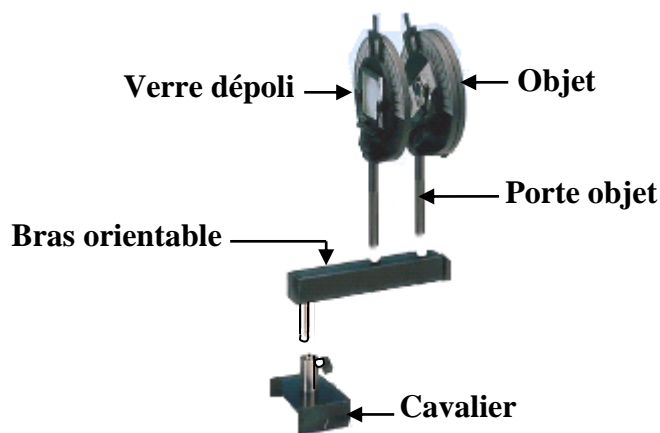

Figure 6
- Mettre le bras orientable (tige comportant deux trous et deux vis : figure 6) sur un cavalier. Le repère du cavalier sera placé devant une graduation de la règle du banc optique.